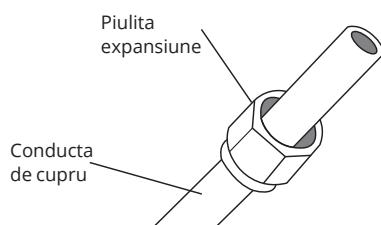

Fig. 7.5
- Montati piulitele de expansiune la ambele capete ale conductei. Verificati daca piulitele se afla in pozitie corecta, intrucat nu le mai puteti schimba dupa expansiune (fig. 7.5).